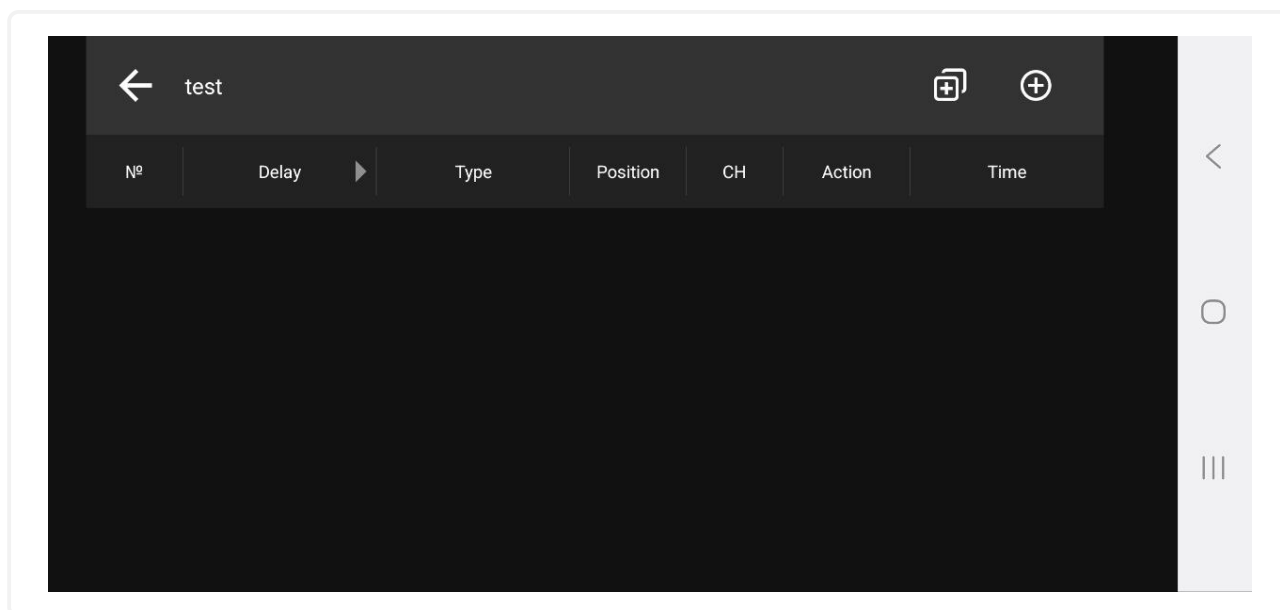

Рис. 15: Экран для создания программы управления по протоколу Shot Control
3. Кликнуть на иконку файла и перейти в режим создания программы (см. рис. 15 на следующей странице)